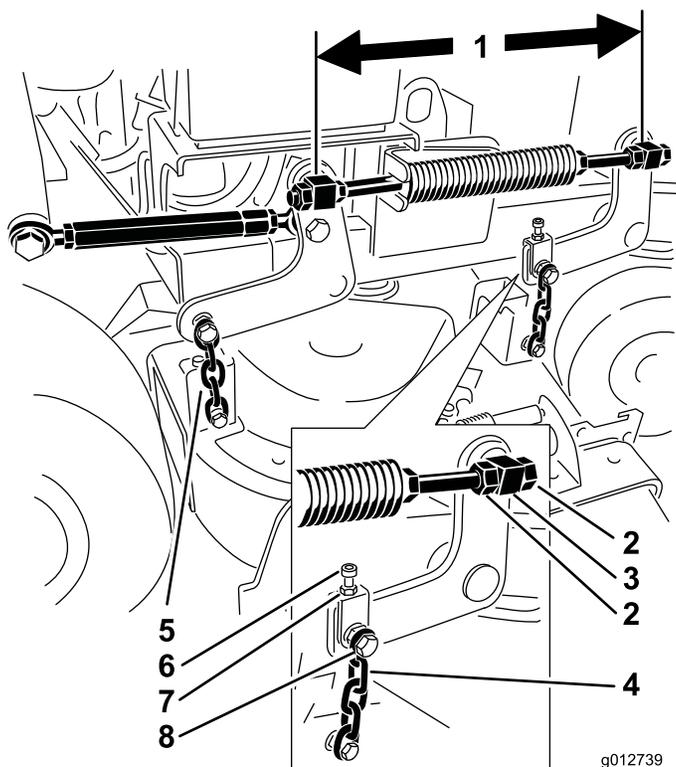

Figure 84
6. Contrôlez la distance entre les centres des pivots (entraxe) sur la tige filetée. Elle doit être de 49,5 cm pour les plateaux de 36 pouces et de 43,7 cm pour les plateaux de 40 pouces (Figure 84).
9. Utilisez les écrous de blocage du pivot avant pour régler la longueur entre les pivots avant et arrière de ce côté (Figure 84).
11. Utilisez le boulon de réglage pour égaliser la tension des deux chaînes avant (Figure 84).
5. Desserrez l'écrou du boulon de chaîne supérieur ainsi que l'écrou de blocage du boulon de réglage (Figure 84).
6. Utilisez le boulon de réglage pour que la lame soit plus basse de 6 à 10 mm à l'avant au point **A** qu'à l'arrière au point **B** (Figure 84).